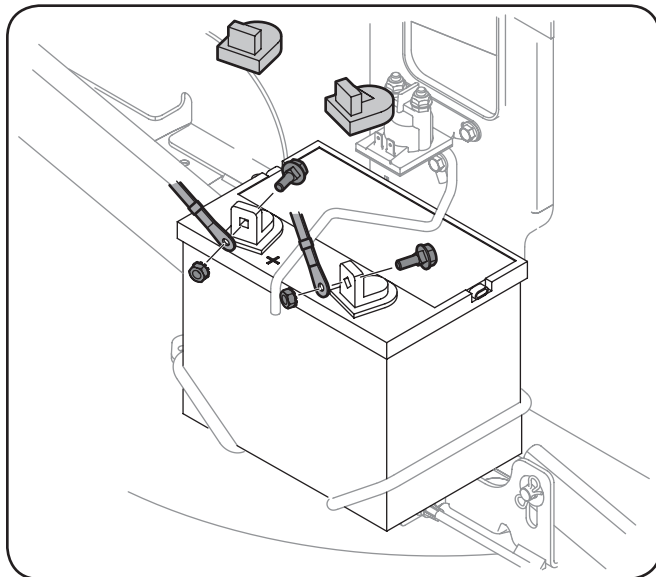

Figure 3-13
2. Retirez le protecteur en plastique, si équipé, de la borne positive de la batterie. À l'aide d'une clé et d'une douille de 11 mm (7/16"), fixez le câble rouge à la borne positive avec un des boulons et un des écrous retirés à l'étape précédente. Voir Figure 3-13.
3. Retirez le protecteur en plastique, si équipé, de la borne négative de la batterie et fixez le câble noir à la borne négative avec un boulon et un écrou. Voir Figure 3-13.